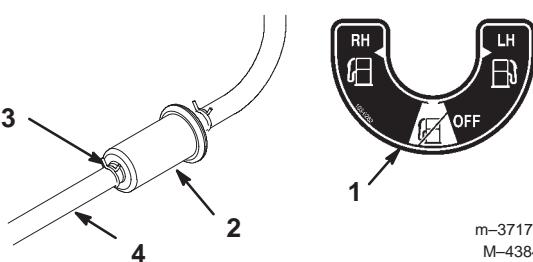

Figure 43
5. Posez un filtre neuf et rapprochez les colliers de fixation du filtre (Fig. 43).
2. Fermez le robinet d'arrivée de carburant (Fig. 43).
3. Desserrez le collier de serrage au niveau du filtre à carburant et repoussez-le le long de la conduite d'alimentation pour l'éloigner du filtre (Fig. 43).
4. Débranchez la conduite d'alimentation du filtre (Fig. 43). Ouvrez le robinet d'arrivée de carburant et laissez l'essence s'écouler dans un bidon ou un bac de vidange.
5. Raccordez la conduite d'alimentation au filtre. Rapprochez le collier de serrage du filtre pour fixer la conduite d'alimentation (Fig. 43).